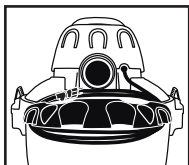

FIGURA 28
49. Antes de almacenar su aspiradora, deberá vaciar y limpiar el depósito. Puede enrollar el cable eléctrico alrededor de las envolturas de cable provistas en la tapa del depósito en la parte posterior de la unidad. **FIGURA 28.**